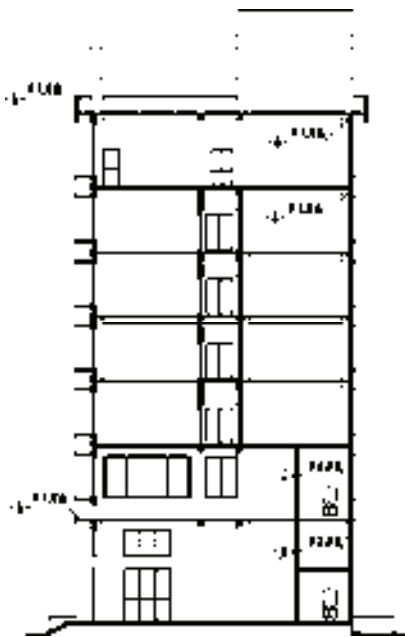

图 15-194 绘制结果
3) 调用“索引图名”命令, 添加不带比例标注的索引图名; 调用“引出标注”命令, 添加箭头样式为“无”的引出标注, 结果如图 15-194 所示。